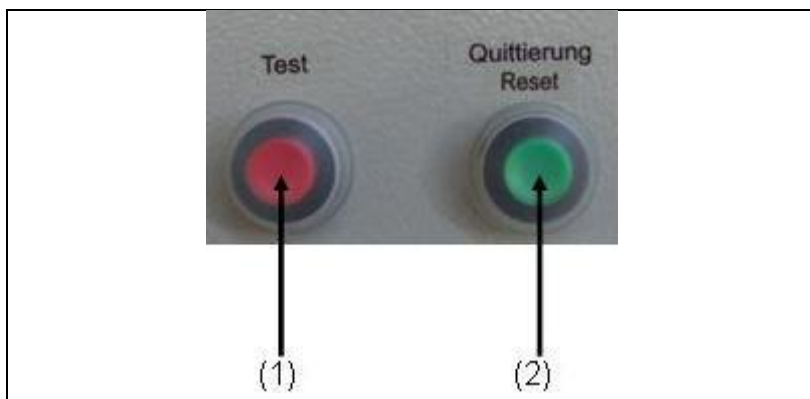

Abb. 5-3: Isolationsüberwachung mit E-MCS 4.0
2. Drücken Sie den Testknopf (siehe Abb. 5-3-(1))
3. Nach der Überprüfung muss der Quittierungs/Reset-Taster (siehe Abb. 5-3-(2)) gedrückt werden um das Gerät wieder zu betreiben.
2. Nach dem abschalten und abstecken des Verbrauchers muss der Quittierungs/Reset-Taster (*siehe Abb. 5-3-(2)*) gedrückt werden um das Gerät wieder zu betreiben.
3. Drücken Sie den Testknopf (*siehe Abb. 5-3-(1)*)